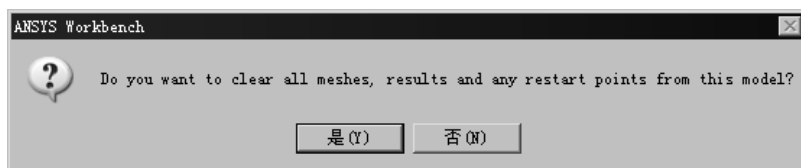

图 4.2.3 “ANSYS Workbench”对话框
如果需要清除几何体中的网格，可以在“Outline”中右击  Mesh，在弹出的快捷菜单中选择  Clear Generated Data 命令，在弹出的图 4.2.3 所示的“ANSYS Workbench”对话框中单击  是(Y) 按钮即可。